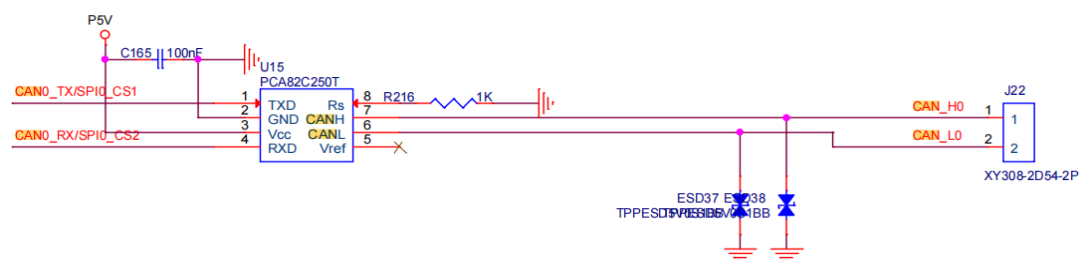

图 2-20 CAN 总线接口原理图
(11) CAN 总线接口：用于高可靠性的分布式控制系统通信，广泛应用于汽车电子等领域。原理图如图 2-20：